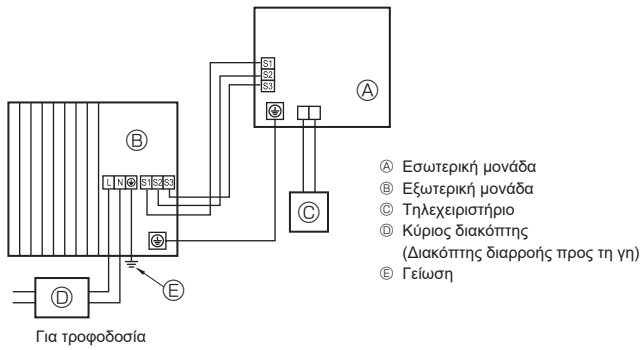
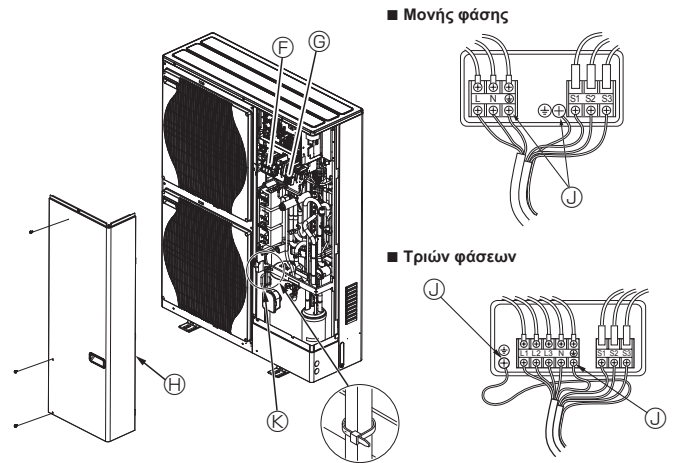

Fig. 5-1
Fig. 5-2
### 5.1. Εξωτερική μονάδα (Fig. 5-1, Fig. 5-2)
- ① Αφαιρέστε το πλαίσιο συντήρησης.
- ② Συνδέστε τα καλώδια που αναφέρονται στην Fig. 5-1 και στην Fig. 5-2.